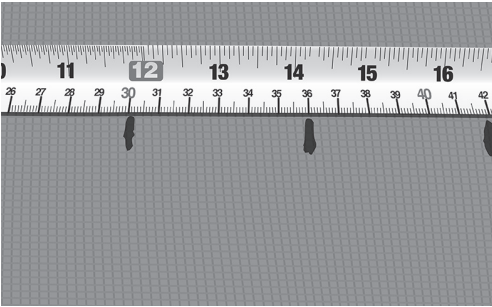

Fig. 4. Marker senteravstanden (c-c)
- Marker den beregnede senteravstanden på vegg, armeringsnett eller lignende (Fig. 4).